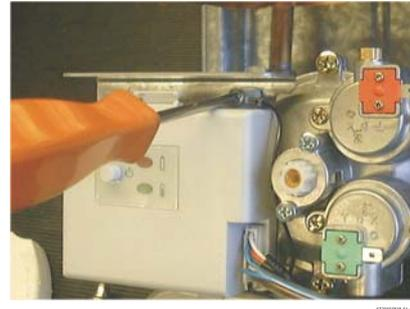

Bild 4
- ▶ Das Halteblech von der Zündung und des Batteriegehäuse entfernen (Bild 4).